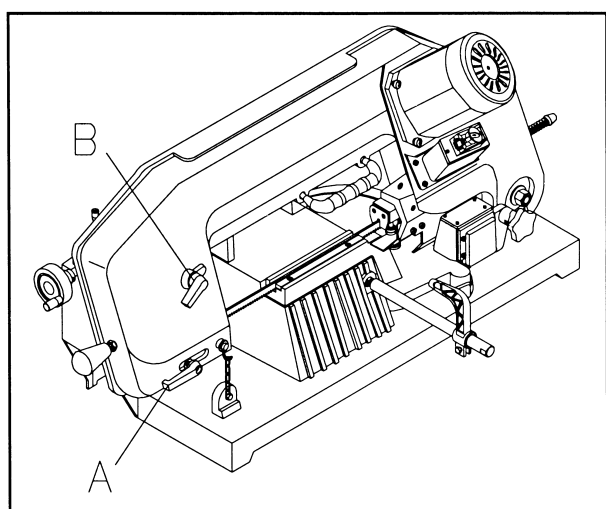

Fig. 6
- Draai de borghendel (A, fig. 6) los en verschuif de bracket bij grote werkstukken tot ca. 2,5 cm ruimte overblijft tot het werkstuk. Draai de hendel weer vast.